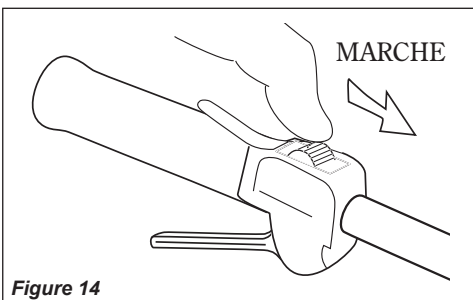

Figure 14
1. Glisser l'interrupteur d'allumage sur la position « I » (MARCHÉ). Voir figure 14.